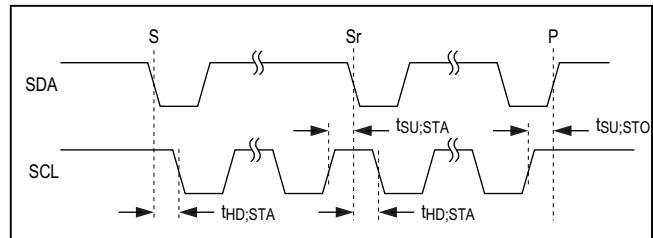

图6. START和STOP条件
串行总线无效时，SDA和SCL为空闲高电平。主机通过发送START条件启动通信，START (S)条件是SCL为高电平时，SDA由高到低的跳变。STOP (P)条件是SCL为高电平时，SDA由低到高的跳变(图6)。